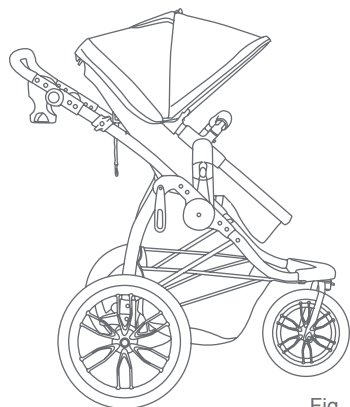

Fig. 18a
- 18) •** La sillita **DEBE** estar hacia adelante y vertical posición (Fig. 18a).